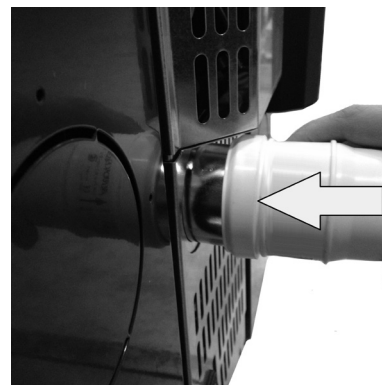

Fig. 14 - Faza 3
- Włożyć gniazdowy przewód rurowe \varnothing 6 cm (patrz **Fig. 14**).